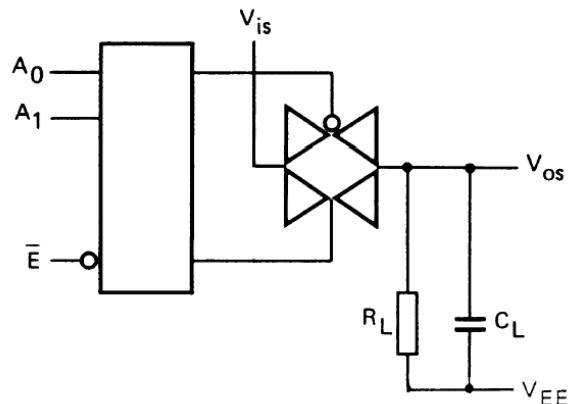

图 3
1.  $R_L=10K\Omega$  到  $V_{EE}$ ;  $C_L=50pF$  到  $V_{EE}$ ;  $\bar{E}=V_{SS}$ ;  $Vis=V_{DD}$  (方波); 如图 3 所示
2.  $R_L=10K\Omega$ ;  $C_L=50pF$  到  $V_{EE}$ ;  $\bar{E}=V_{SS}$ ;  $An=V_{DD}$  (方波); 测量  $t_{PLH}$  时  $Vis=V_{DD}, R_L$  到  $V_{EE}$ ; 测量  $t_{PHL}$  时  $Vis=V_{EE}, R_L$  到  $V_{DD}$ , 如图 3 所示
3.  $R_L=10K\Omega$ ;  $C_L=50pF$  到  $V_{EE}$ ;  $\bar{E}=V_{DD}$  (方波); 测量  $t_{PHZ}$  和  $t_{PZH}$  时,  $Vis=V_{DD}$ ,  $R_L$  到  $V_{EE}$ ; 测量  $t_{PLZ}$  和  $t_{PZL}$  时;  $Vis=V_{EE}, R_L$  到  $V_{DD}$ ; 如图 3 所示
6.  $R_L=10K\Omega$  到  $V_{EE}$ ;  $C_L=15pF$  到  $V_{EE}$ ;  $\bar{E}$  或  $An=V_{DD}$  (方波); 干扰是  $|Vos|$  (峰值); 如图 3 所示